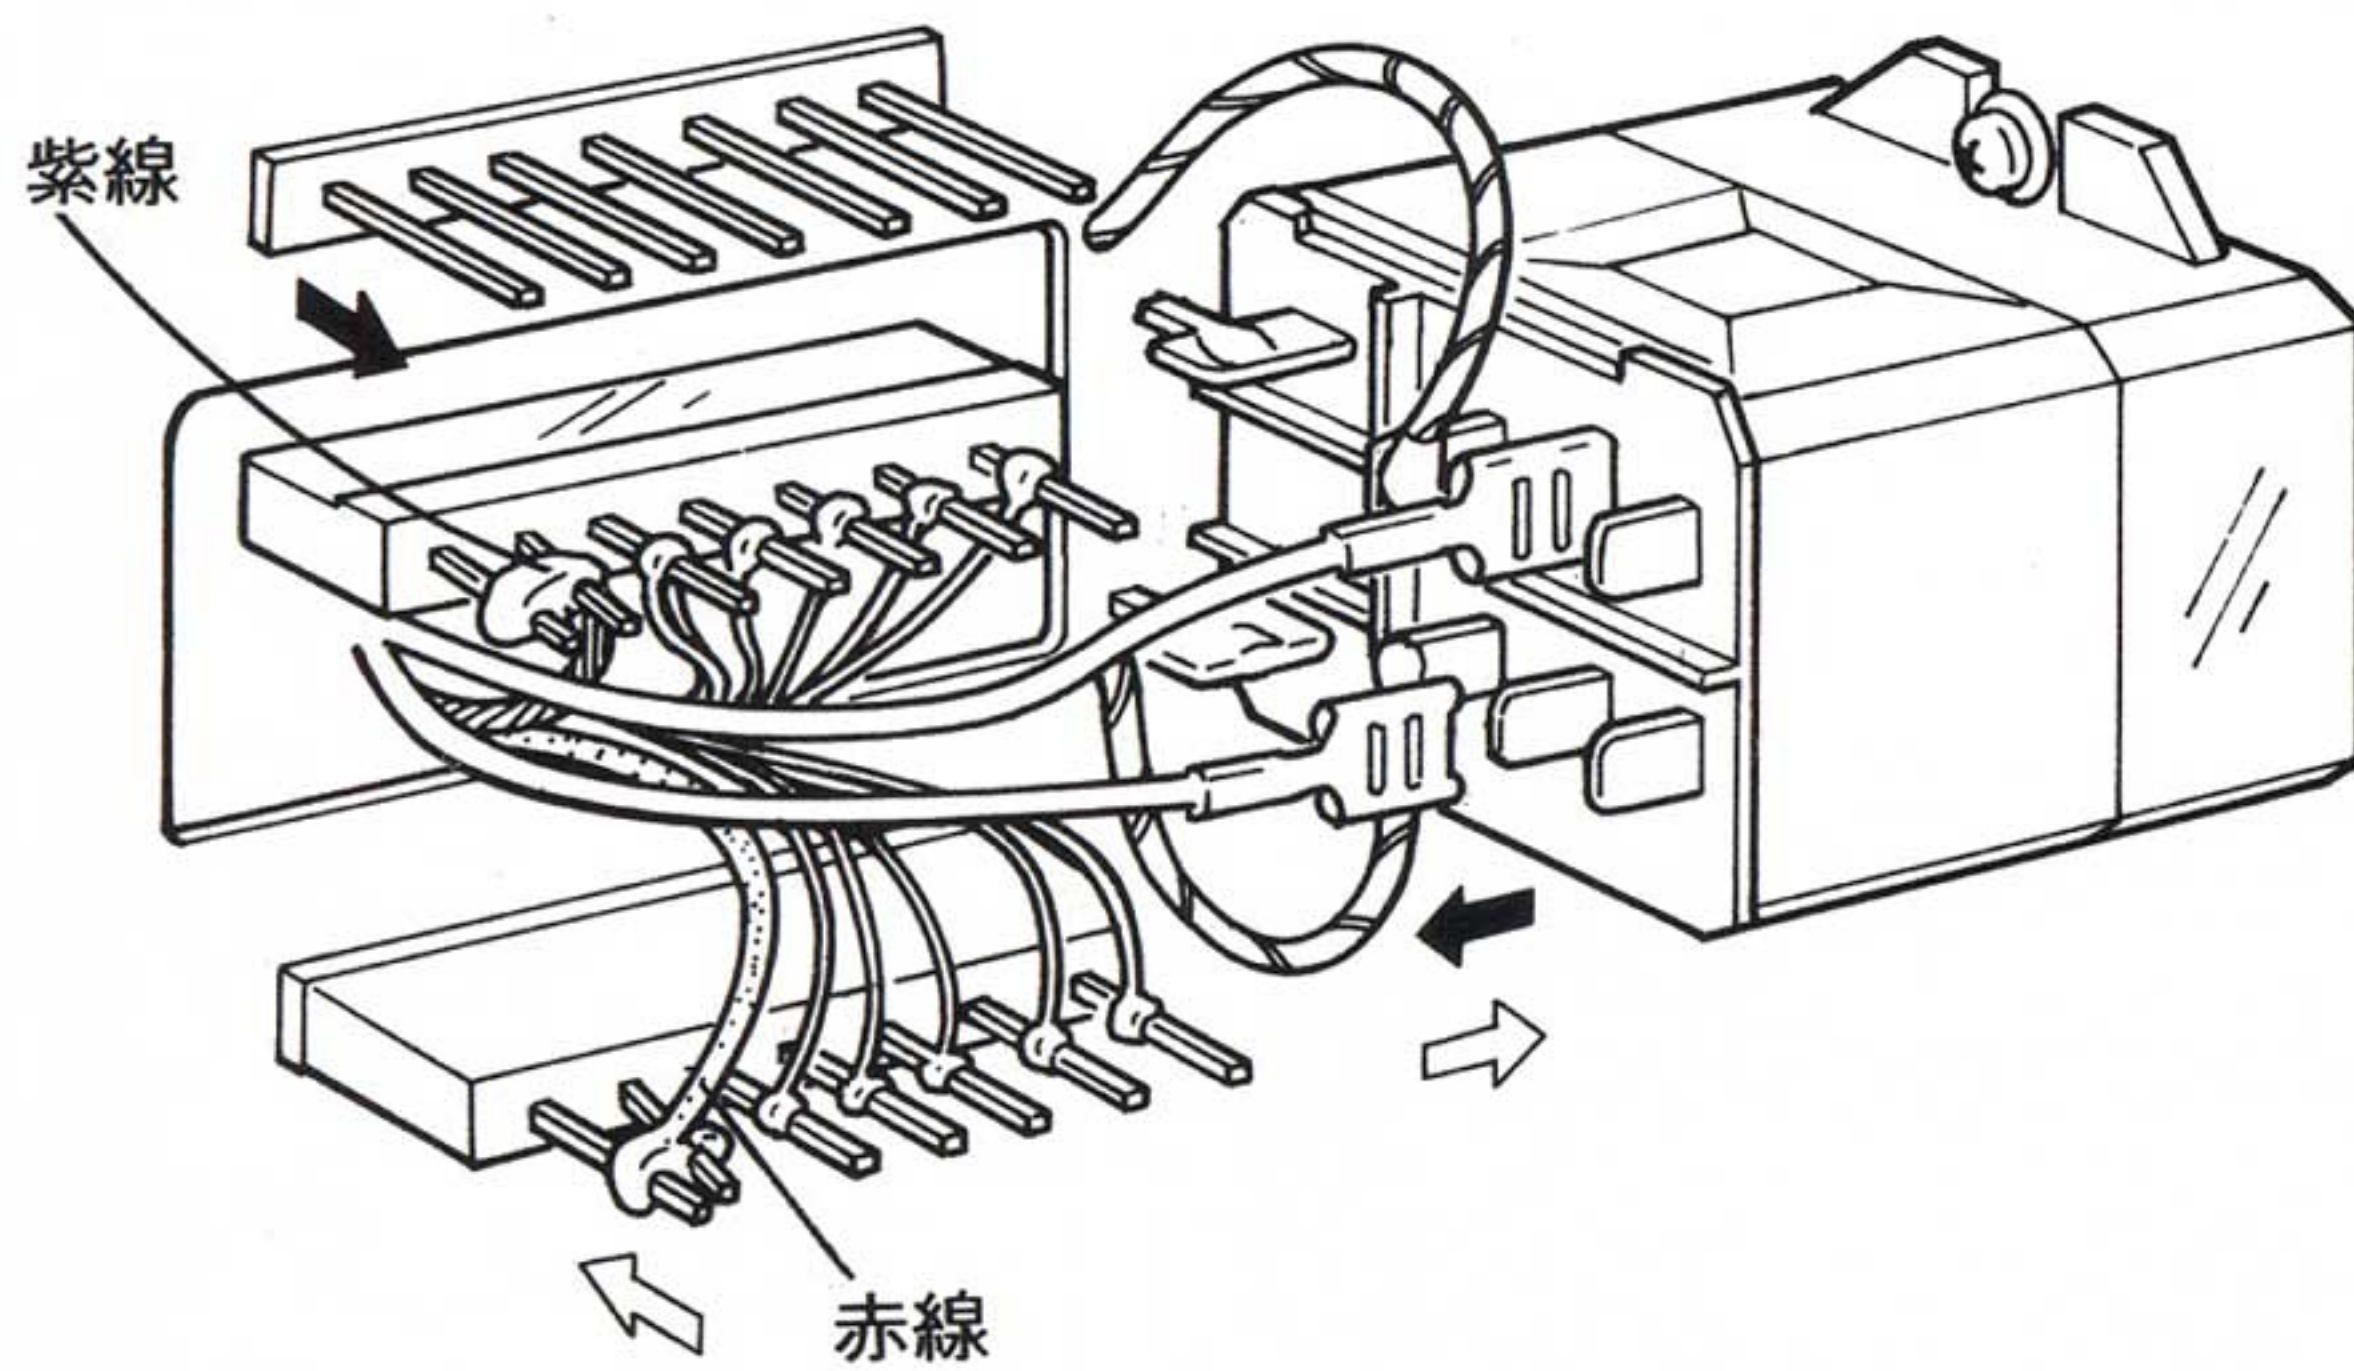

図1 パワーアンプ Ass'y のコネクタの接続
3. パワーアンプ Ass'y の配線を取り外します。コネクタの位置、方向を確認してください。(図1は CH B の場合です。)